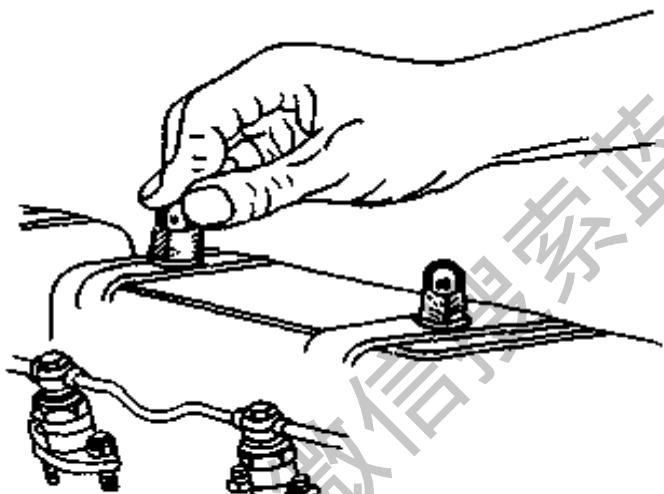

图3-32 检查配气机构工作情况
(3) 柴油机启动成功后,应立即释放按钮,将电钥匙拨回中间位置(12缸V型柴油机应转向“左”位,接通充电回路),同时注意各仪表读数,特别是机油压力表,其读数应大于49kPa(0.5kgf/cm2)。此时柴油机转速为500r/min,然后让柴油机在600~750r/min的转速下运转一段时间,并检查柴油机各部分运转是否正常。检查方法:可用手指感触配气机构运动件的工作情况,如图3-32所示,或掀开汽缸盖罩壳,观察摇臂等润滑情况。